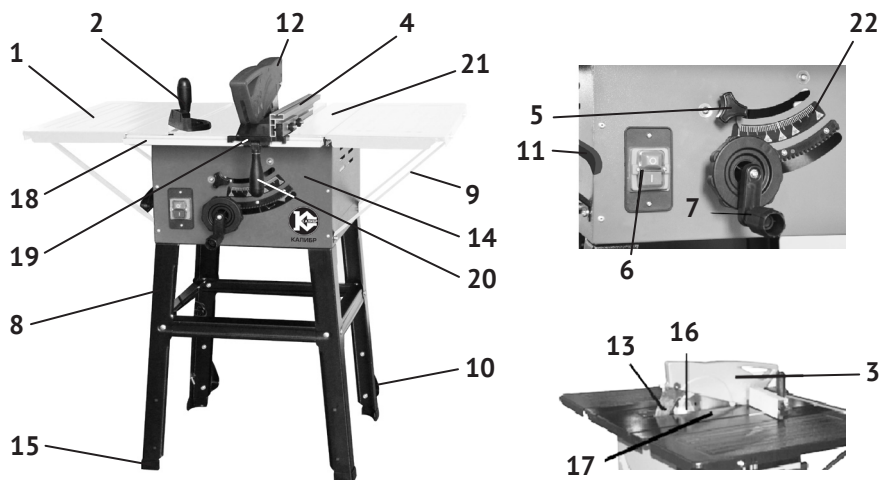
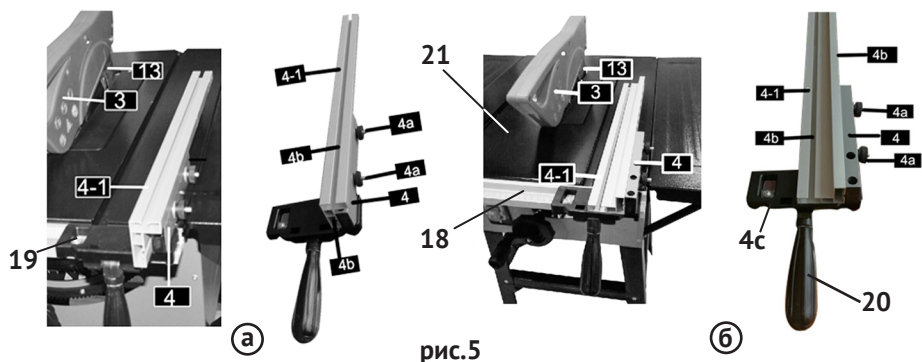
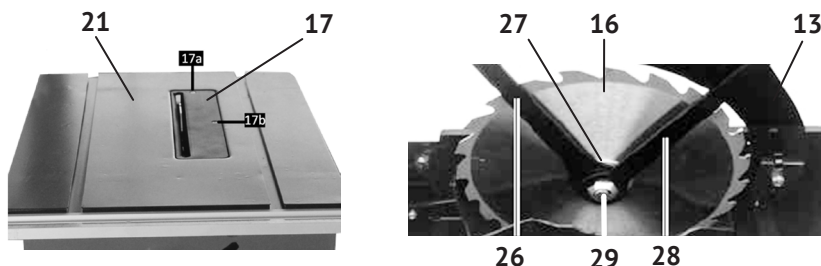

рис.1
рис.5
рис.7
1.6 Общий вид и элементы пилы представлены на рис.1
1.7 Основные элементы пилы (двигатель с редуктором, перемещаемая плита крепления двигателя, механизмы наклона и подъёма диска, нижний защитный кожух) размещены в металлическом корпусе (рис.1 поз.14).
На шпindel редуктора, между опорным и зажимным фланцами, крепится пильный диск (рис.1 поз.16).
На верхнем защитном кожухе (рис.1 поз.3) нанесена стрелка, указывающая направление вращения диска.
1.8 Для установки распиливаемой заготовки в нужном положении, на планке (рис.1 поз.18) нанесена метрическая шкала, для установки планки параллельного упора на нужном расстоянии от пильного диска.
Заготовка размещается на рабочем столе (рис.1 поз.21) в нужном положе-
нии с помощью параллельного (рис.1 поз.4) или, установленного в паз рабочего стола, углового упора (рис.1 поз.2). Распиливаемая заготовка подаётся оператором по рабочему столу к пильному диску вручную.
1.9 Выключатель – магнитный пускатель (рис.1 поз.6) расположен на корпусе пилы. Он имеет две кнопки: зелёная с символом «I» - включение двигателя и красная с символом «0» - выключение двигателя (МЭК 60417).
2.1.4 Установка параллельного упора (см. рис.5):
Установка параллельного упора (рис.1 поз.4) возможна с любой стороны от отрезного круга. Пластина упора (4-1) имеет высокий и низкий плоские бортики, для обработки заготовок разной толщины. На рис.5а пластина установлена высоким бортиком к диску, для обработки заготовок толщиной более 25 мм. На рис.5б пластина установлена низким бортиком к диску, для обработки заготовок толщиной до 25 мм. Изменение положения параллельного упора на рабочем столе (рис.5 поз.21) осуществляется передвижением суппорта переднего блока (рис.5 поз.4с) по планке со шкалой (рис.5 поз.18).
- приложить пластину (рис.5 поз.4-1) к планке (рис.5 поз.4) в зависимости от толщины заготовки: широкой – рис.5а или узкой – рис.5б опорной плоскостью к заготовке;
- совместить крепёжные отверстия соответствующего ребра (рис.5 поз.4б) пластины упора и планки (рис.5 поз.4) передвигного блока;
- вставить крепёжные болты и зафиксировать гайками (рис.5 поз.4а).
- расфиксировать передвигной блок, подняв вверх рукоятку (рис.5 поз.20);
- сдвинуть суппорт (рис.5 поз.4с) передвигного блока по планке (рис.5 поз.18) на нужное расстояние;
- при необходимости в дальнейшем отпиливания заготовок такой же ширины, записать цифру шкалы планки (рис.5 поз.18) в окне контроля (рис.5 поз.19);
- зафиксировать выбранное положение опустив вниз быстрозажимную рукоятку (рис.5 поз.20) передвигного блока.
2.1.6 Установка пильного диска. Для установки (замены) диска (см. рис.7):
- снять с расклинивающего ножа (рис.7 поз.13) верхний защитный кожух;
- открутив винты крепления (рис.7 поз.17а и 17б), демонтировать вставку стола (рис.7 поз.17);
- вращением (против часовой стрелки) рукоятки (рис.1 поз.7), поднять пильный диск (рис.7 поз.16) на максимальную высоту, для удобства его монтажа/демонтажа;
- зафиксировав ключом (рис.7 поз.26) шпиндель, открутить ключом (рис.7 поз.28) зажимной болт (рис.7 поз.29);
- снять (при замене) со шпинделя зажимной фланец (рис.7 поз.27) и пильный диск (рис.7 поз.16);
- очистить опорный и зажимной фланцы, вставку стола и пазы рабочего стола (рис.7 поз.21) крепления вставки;